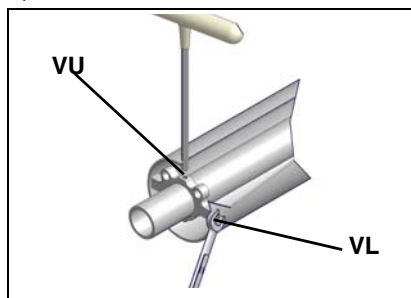

Рис. 37
- Проверьте запальный электроды, очистите, отрегулируйте и, при необходимости, замените (см. Рис. 37).
ВНИМАНИЕ: для того, чтобы отрегулировать положение форсунки относительно воздушной трубки (Рис. 37), воздействовать на винт **VU**, после закрепления винта **VL** (Рис.)